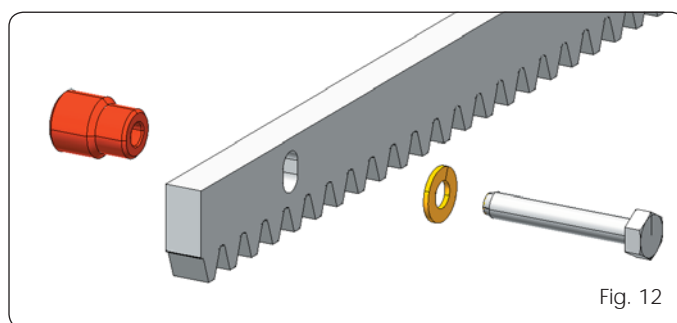

Fig. 12
**5.4.2 STEEL RACK TO SCREW (Fig. 12)**